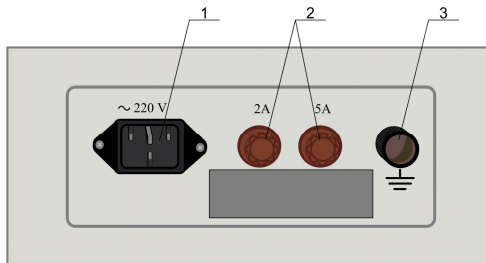

Рисунок 4
1.4.11 На задней панели Прибора расположены (см. рисунок 4):